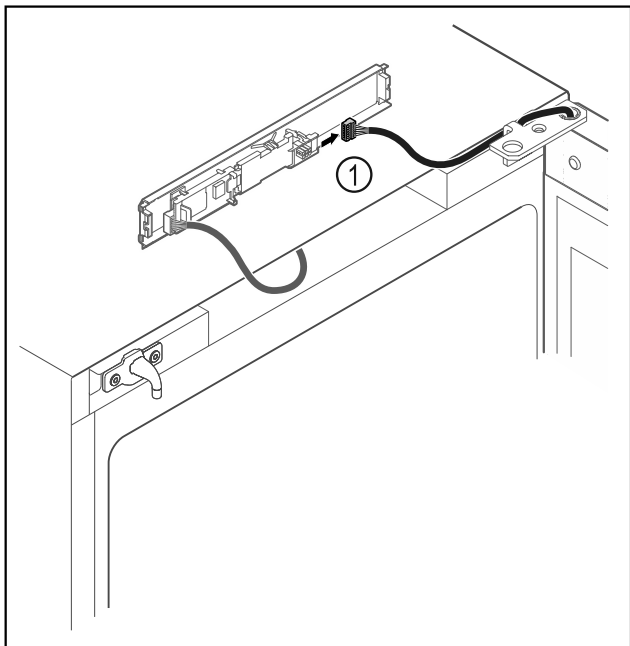

Fig. 15
- Shkëputni spinën Fig. 15 (1) nga qarku.